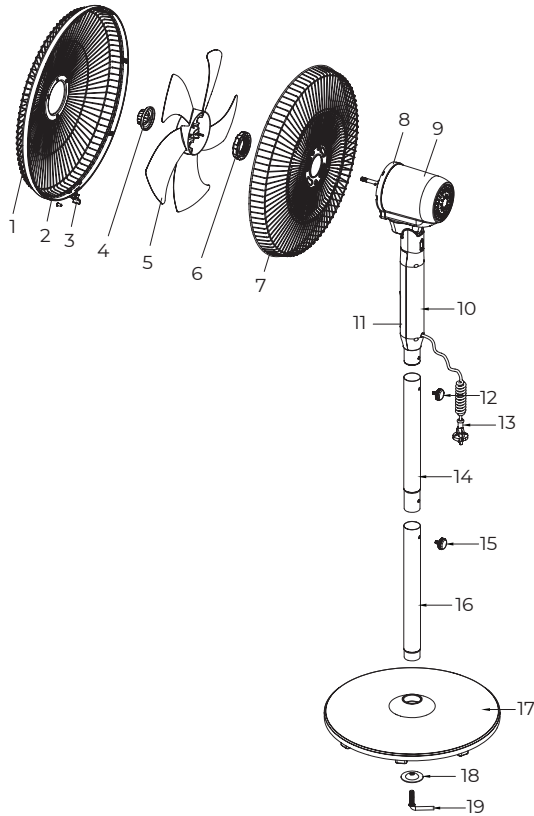

Рис. 1
1. Руководствуясь рис. 1 вставьте нижнюю трубку (16) в отверстие основания (17), подложите прокладку (18) под основание и затяните основание Г-образным винтом (19) по часовой стрелке.
2. Вставьте верхнюю трубку (14) в середину нижней трубки (16), совместите болт с отверстиями для винтов и затяните болт (15).
3. Вставьте верхнюю часть вентилятора в середину верхней трубки (14) и совместите отверстие для винта, вверните и затяните болт (12)
4. Используйте крепежную гайку (6) для задней решетки (7), чтобы прикрепить заднюю решетку к верхней части вентилятора, а затем используйте крепежную гайку (4) для лопасти (5), чтобы удерживать лопасть на месте.
5. Чтобы прикрепить переднюю решетку (1) к задней решетке (7), необходимо осторожно использовать кольцо для решетки (2), чтобы скрепить их вместе, и закрепить кольцо для решетки (2) прилагаемым винтом.